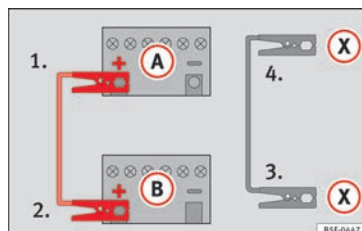

Fig. 88 Esquema de conexión para vehículos con sistema Start-Stop.
- 4b. *En los vehículos con sistema Start-Stop:* emborne un extremo del cable *negro* de emergencia (X) a un terminal de masa adecuado, a una pieza de metal maciza que vaya atornillada al bloque motor o al mismo bloque motor » fig. 88.
5. Emborne el otro extremo del cable *negro* de emergencia (X), en el vehículo con la batería descargada, a una pieza de metal maciza que vaya atornillada al bloque motor o al mismo bloque motor pero lo más alejado posible de la batería (A).